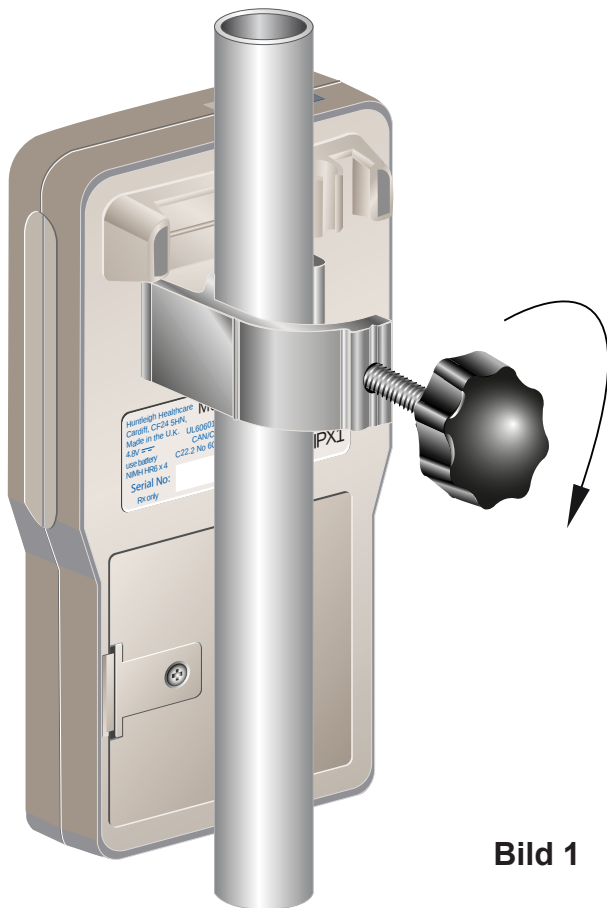

Bild 1
1. För in stångklämman under bältesklämman på enheten och fäst stångklämman säkert på droppstången (se bild 1 nedan).